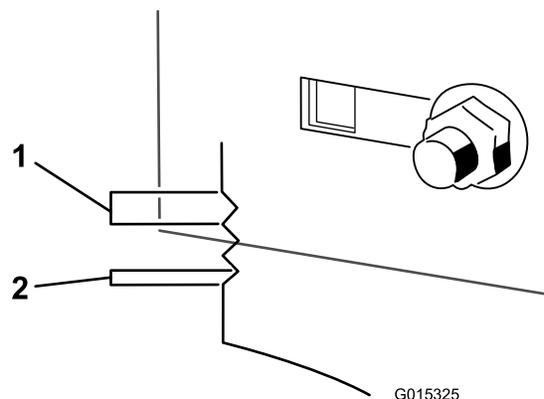

Bild 52
9. Messen Sie mit den Kerben an der geschweißten Halterung die Größe der Anpassung. Jede Kerbenoberfläche entspricht 6,35 mm, eine Seite entspricht 3,17 mm (Bild 52). Stellen Sie das Mähwerk auf die gewünschte Höhe.